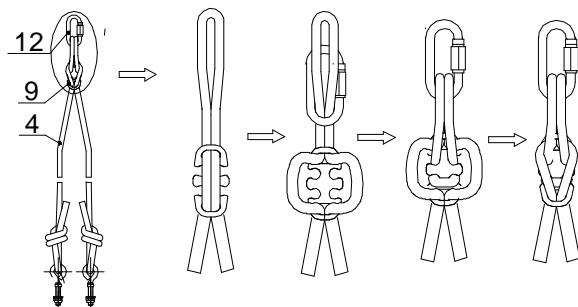
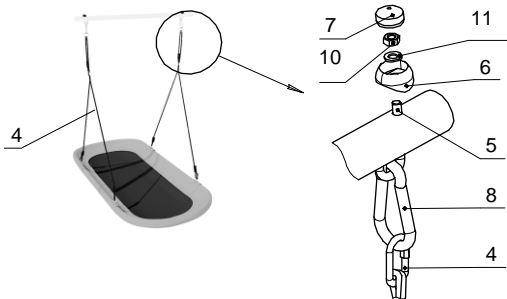

Рис.5
Рис.6
5.4 Установить Качели на Ваше изделие (Рис.6) и регулировать по высоте согласно рис. 5.